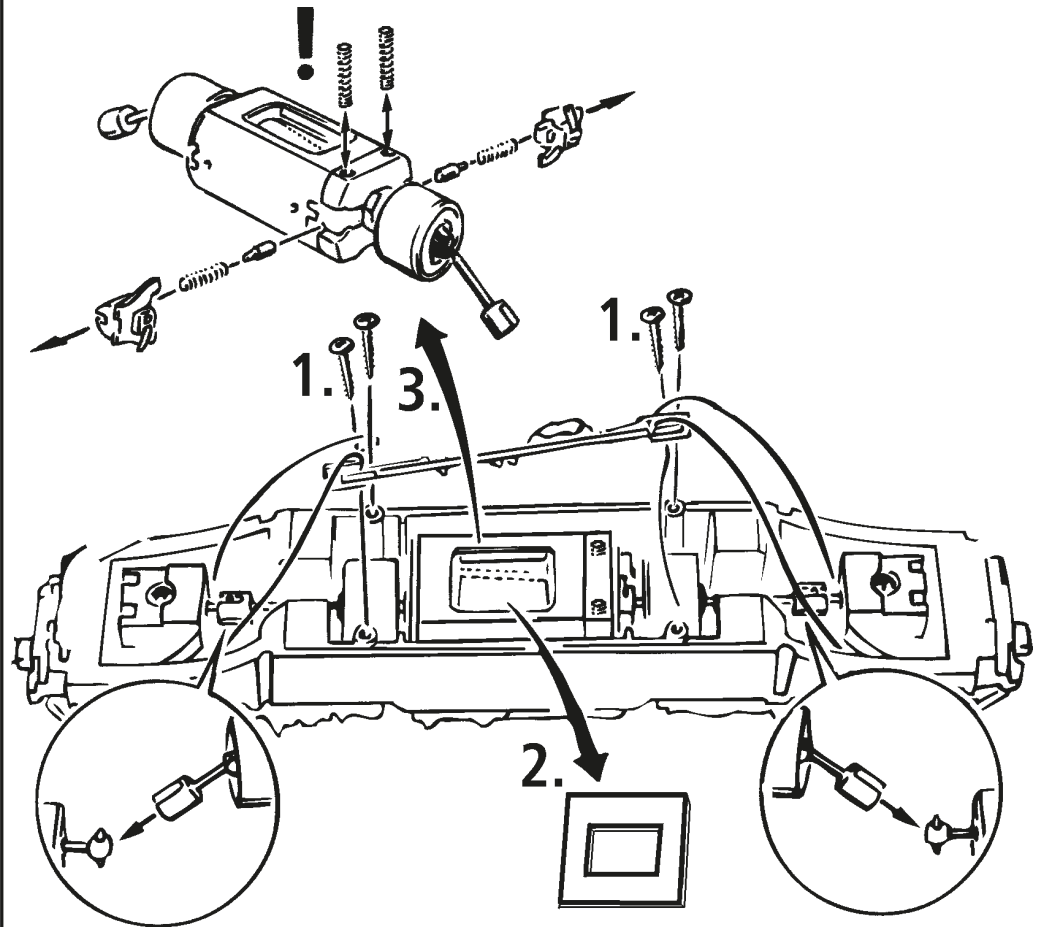

Fig. 12
Ausführung für Wechselstrom: siehe Fig. 12
A.C. operation: see fig. 12
Version en courant alternatif: voir fig. 12